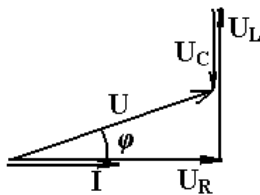

Рис.2 Результирующее напряжение U , которое является напряжением,
2) Строим **диаграмму напряжений**.. Результирующее напряжение U представляет геометрическую сумму напряжений U_R , U_L , U_C . На рис. 2 представлена векторная диаграмма этих напряжений.
3) Если каждое из напряжений на векторной диаграмме (рис. 2) разделить на ток I , то получится фигура, подобная векторной диаграмме, которая будет называться **треугольником сопротивлений**, т.к. $R = U_R / I$, $X_L = U_L / I$, $X_C = U_C / I$, $Z = U / I$,
4) Если каждое из напряжений на векторной диаграмме (рис. 2) умножить на ток I , то получится фигура, подобная векторной диаграмме, которая будет называться **треугольником мощностей** так как $P = U_R I$, $Q_L = U_L I$, $Q_C = U_C I$, $S = U I$, (рис. 4),
6) Анализируя векторную диаграмму напряжений (рис. 2), треугольник сопротивлений (рис. 3), треугольник мощностей (рис. 4), можно сделать вывод, что при $U_L > U_C$ ($X_L > X_C$) результирующий вектор напряжения **U опережает вектор тока I** на угол $\varphi < 90^\circ$, а при $U_L < U_C$ ($X_L < X_C$) результирующий вектор напряжения **отстает от вектора тока** на угол φ .